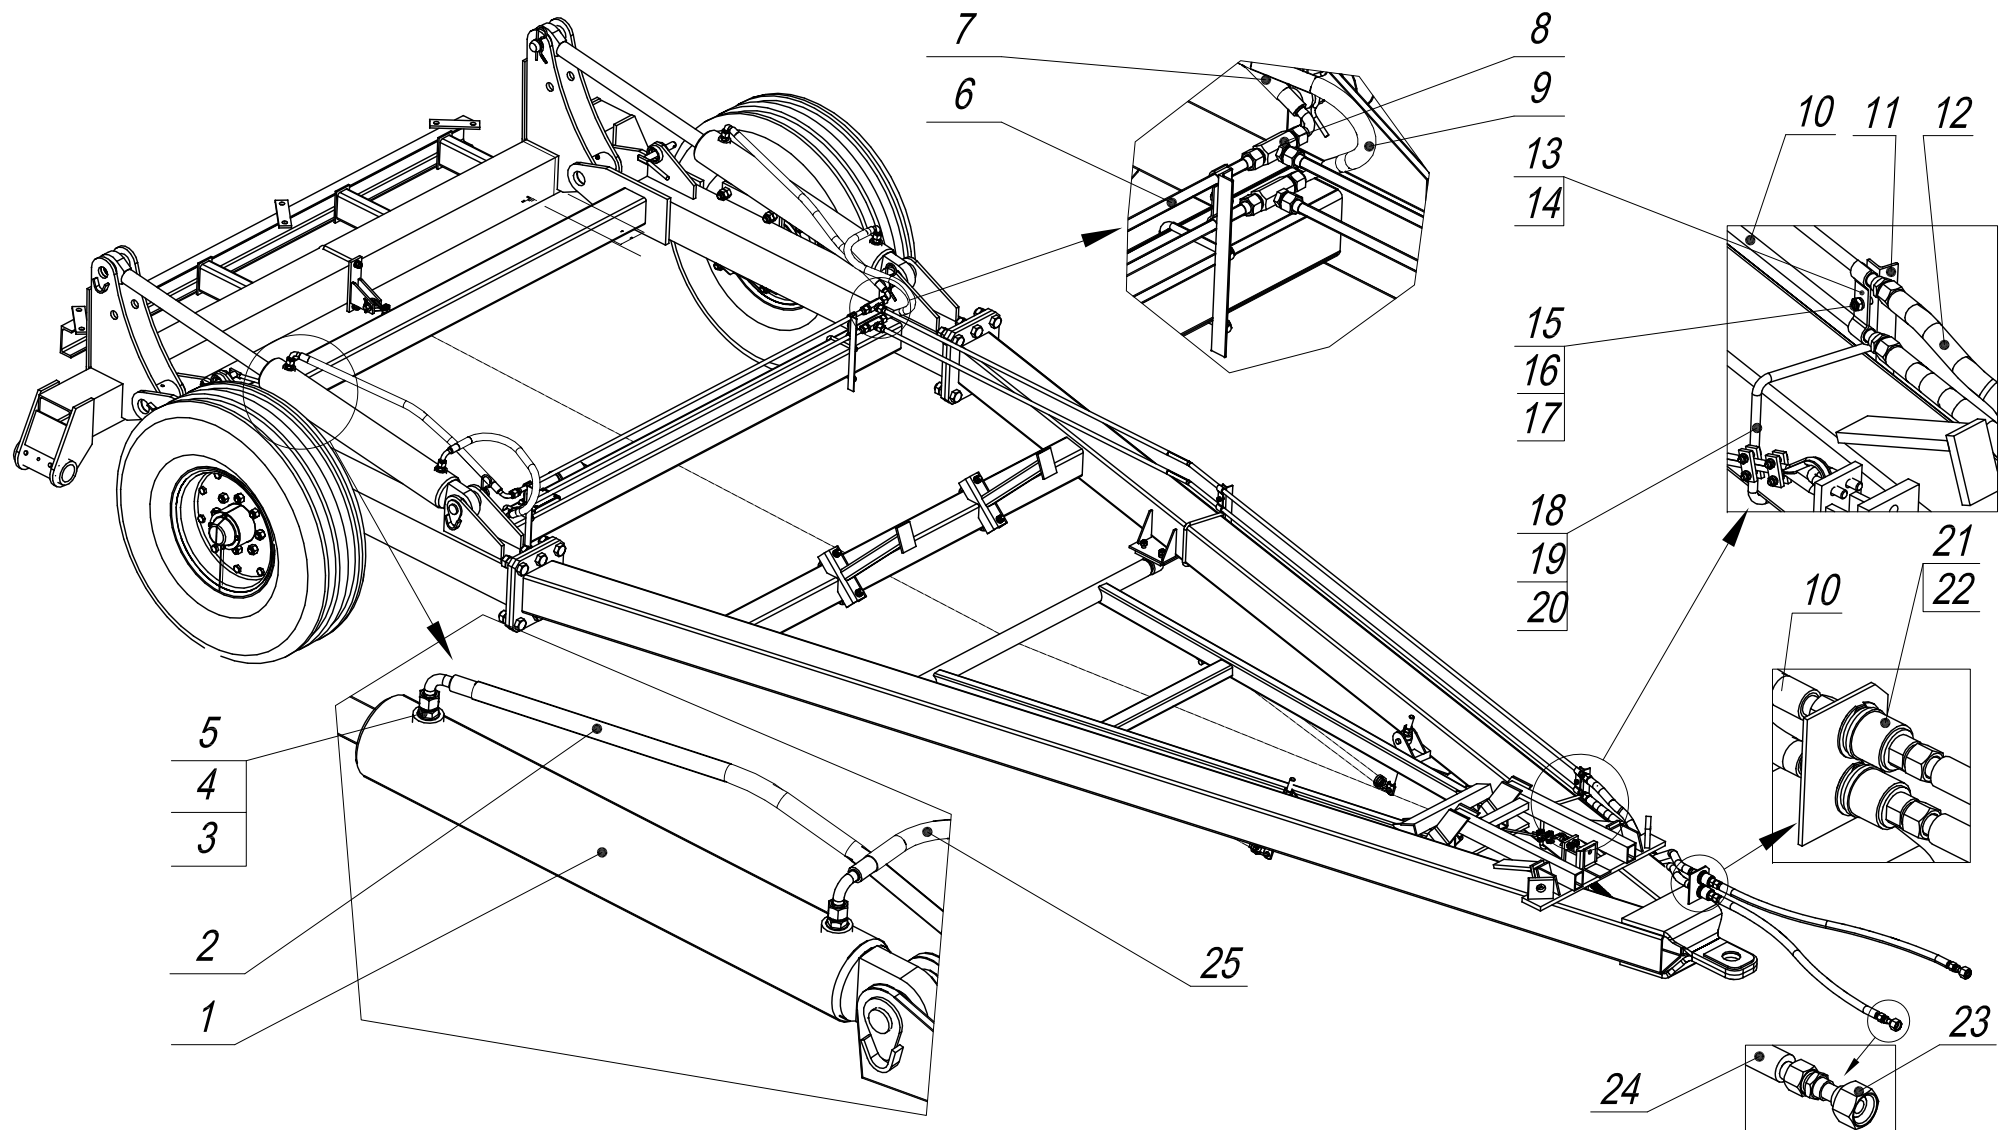

Рис.11 Гидросистема СГВ 05.000
2.1.8. Гидросистема сцепки (рис.11) служит для подъема и опускания рабочих органов на развороте, а также при переводе сцепки в транспортное положение. Гидросистема состоит из двух гидроцилиндров 1, соединяющих раму дышла с центральной балкой, трубопроводов 6,10, рукавов высокого давления 2,7,9,12,24,25, соединительной гидроарматуры, держателей 11 и болтокрепеза (для закрепления гидротрассы).